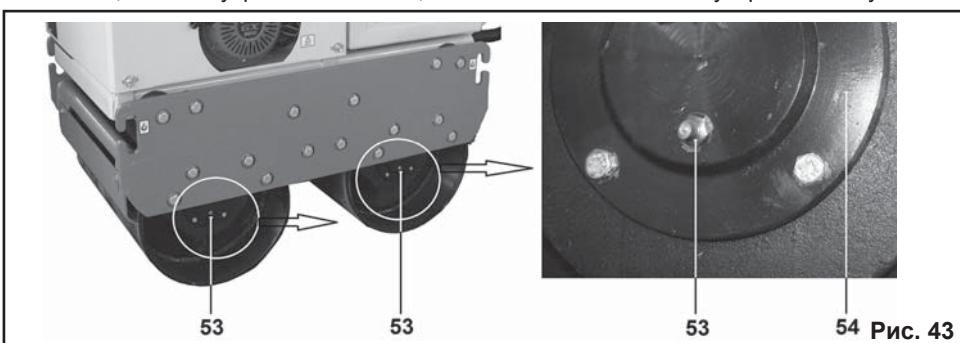

Рис. 43
14.5.1. Корпуса подшипников (54), вальцов смазывайте консистентной смазкой через масленку (53) через каждые 50 часов работы (Рис. 43).